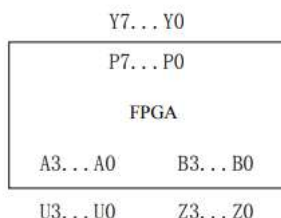

图 1-3-2 引脚分配图
1.2.4.1 根据上述阵列乘法器的原理，使用 Quartus 软件编辑相应的电路原理图并进行编译，其在 FPGA 芯片中对应的引脚如图 1-3-2 所示，框外文字表示连线标号，框内文字表示该引脚的含义（本实验例程见“安装路径\FPGA\Multiply\Multiply.qpf”工程）。